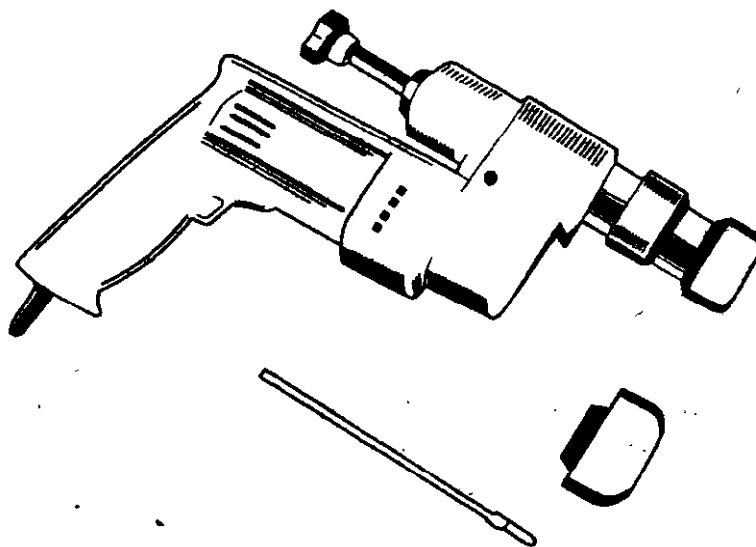

Рис. 50. Устройство для шлифовки клапанных гнезд
**Шлифование или механическую обработку** клапана можно выполнять с помощью специального устройства, состоящего из корпуса с электродвигателем и редуктором и набора сменных головок (рис. 50).